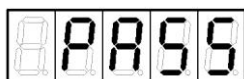

Рисунок 2
1. Нажать кнопку . На индикаторе высветится слово "PASS" (рисунок 2).